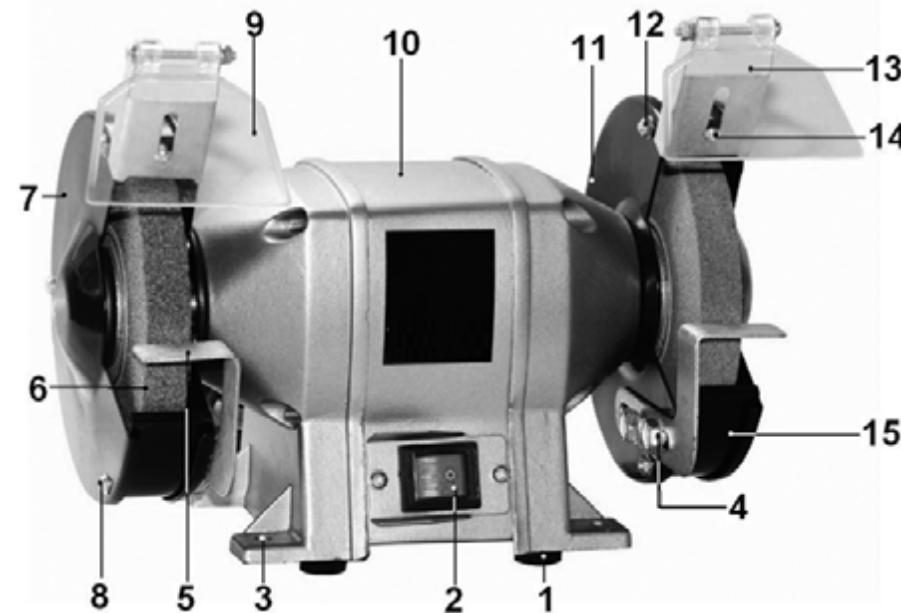

Рис.2
### 11.2. Замена шлифовального круга (Рис. 2, 3)
Машина состоит из следующих сборочных единиц и деталей (Рис. 2):
## 8. СБОРКА И РЕГУЛИРОВКА (Рис. 2)
8.1.1. Установите подручник (5), используя болты (4), как показано на Рис. 2. Перед установкой подручника (5) установите на болт (4) шайбу из комплекта поставки.
8.2.1. Установите защитный экран (9) в сборе со скобой (13), как показано на Рис. 2. Под шляпку винта (14) подложите шайбу, а под гайку - пружинную шайбу (гровер) из комплекта поставки.
Установите машину на ровной и устойчивой поверхности верстака и надежно закрепите её через специальные отверстия (3), Рис. 2, с помощью болтовых соединений (не входит в комплект поставки).
### 10.1. Пуск машины (Рис. 2)
### 10.2. Заточка с помощью шлифовального круга (Рис. 2)